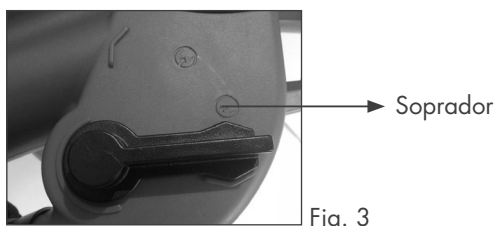

Fig. 3
Modo soprador (Fig. 3)
- Gire o interruptor para ligado, aponte o jacto de ar para a sua frente e avance lentamente para reunir as folhas ou para mover as folhas de áreas inacessíveis, como mostrado na Fig. 3